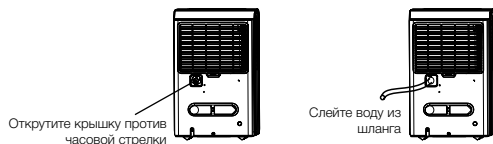

Рис. 6.
- Снимите крышку с заднего сливного отверстия устройства и отложите ее в сторону, затем вставьте в отверстие сливной шланги подведите его к дренажу или к подходящему сливному устройству (см. Рис. 6).